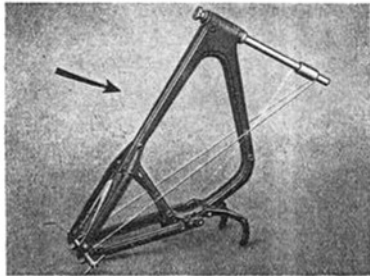

Bild 201. Prüfen des Rahmens mittels Prüfdorn Nr. 01841 und Prüfschnur
2. Prüfdorn Nr. 01841 in Rahmenlenkkopf einsetzen, starkes Ende nach unten (Bild 201).
zeigt, oder Prüfschnur so spannen, wie Bild 201 zeigt, und prüfen, ob Rahmenteile (Vorderstrebe, Sattelstrebe, Hintergabelscheiden) an beiden Seiten gleichen Abstand von Lineal bzw. Schnur haben.
9. Bei RT-Modellen prüfen der Stellung des Lenkkopfes durch Anvisieren von vorn (ohne eingesetzten Prüfdorn), Prüfen des Rahmens auf Verzug, mittels Prüfschnur, die, wie Bild 201 zeigt, um Rahmenlenkkopf und Hintergabelenden gelegt wird.